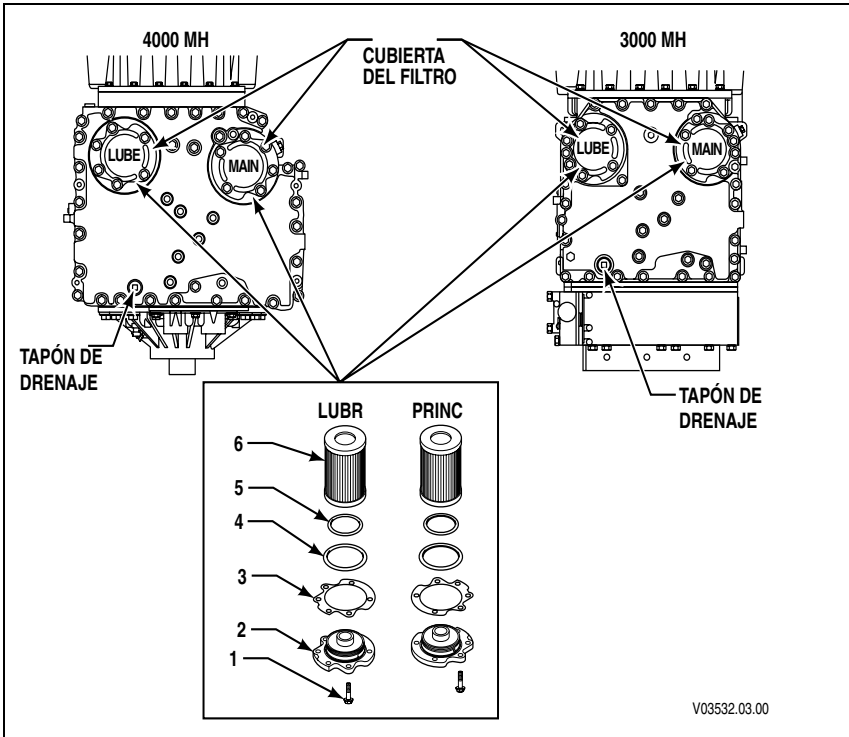

Figura 2-2. Ubicación de los filtros para servicio
b. Reemplace los filtros. Consulte Figura 2-2.